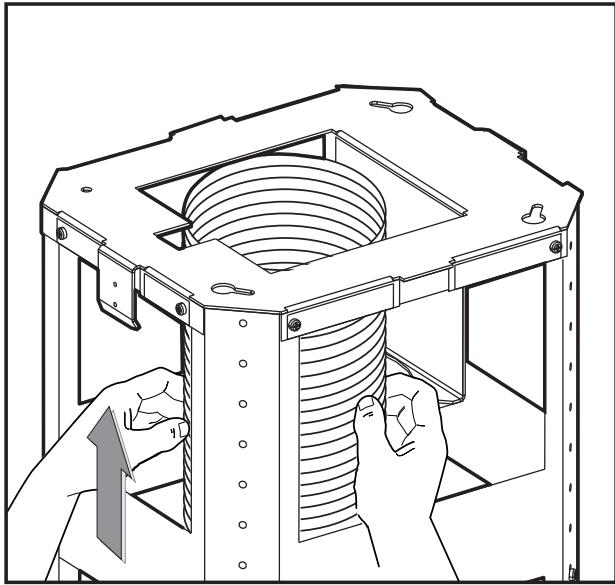

Fig.6
- Fixer le tuyau flexible au trou d'évacuation air disposé préalablement (**Fig.6**).